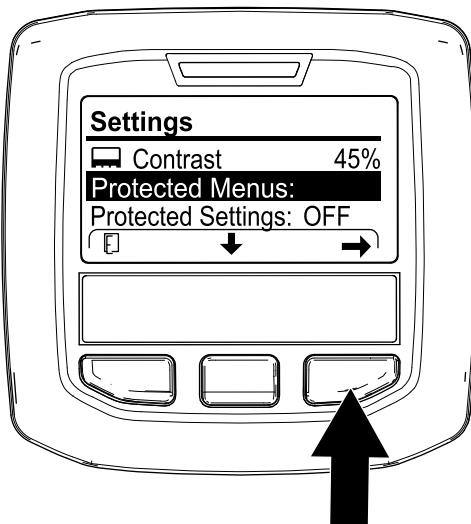

图 123
4. 按中间 InfoCenter 信息中心按钮直至 PROTECTED MENUS 受保护菜单选项被选定 图 123 然后按右侧按钮输入 4 位数 PIN 码如 1234。